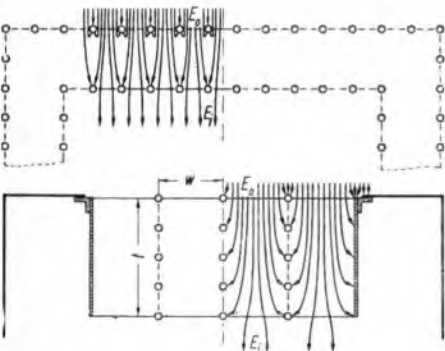

Bild 2. Feldlinienbild einer Doppelwand aus Maschendraht und eines Wabenfensters aus Maschendraht (schematisch)
b. Schirmung von Fenstern durch Maschendrahtwaben. Da die Abschirmung durch eine einfache oder doppelte Maschendrahtwand bei hohen Frequenzen begrenzt und die Licht- und Luftdurchlässigkeit ungenügend ist, wurde für die Fenster eine Konstruktion gewählt, welche die Dämpfung elektromagnetischer Felder in Hohlleitern (Kaminwirkung) ausnutzt. Bild 2 zeigt zum Vergleich den Feldverlauf innerhalb eines doppelten Maschengitters und in dem neuen Wabengitter. Felder mit einer Wellenlänge, die genügend groß ist gegen die Grenzwellenlänge, erfahren eine Dämpfung proportional dem Verhältnis der Tiefe l zur Weite w des Hohlleiters.